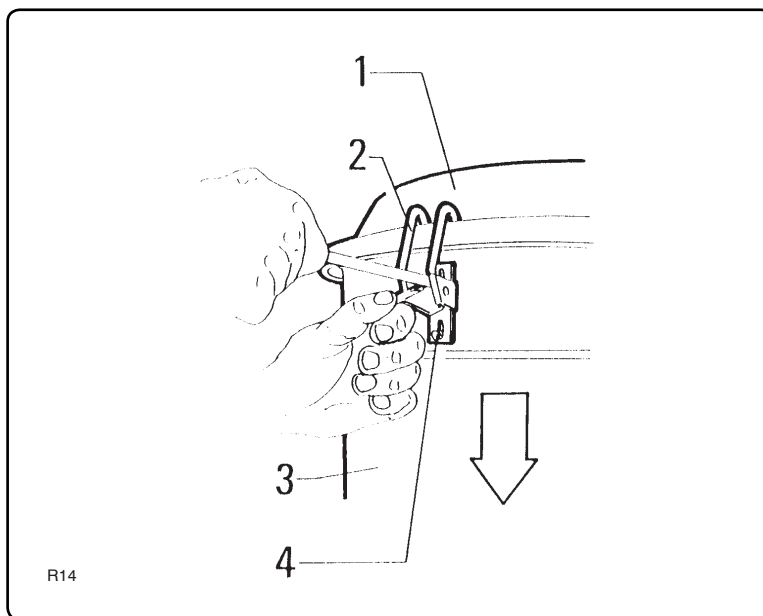

Fig. 7.5.2
**7.5.2 - Verifica tenuta del coperchio (fig. 7.5.2)**
**7.5.2 - Checking the cover seal (fig. 7.5.2)**
**7.5.2 - Vérification de l'étanchéité du couvercle (fig. 7.5.2)**
**7.5.2 - Prüfen des Deckels auf dichten Sitz (Abb. 7.5.2)**